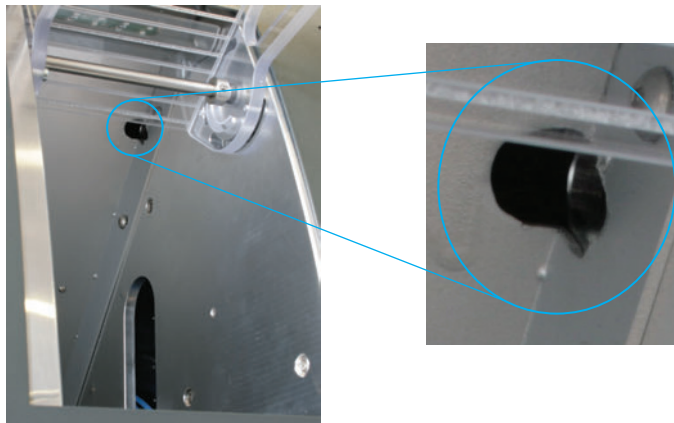

FIGURA 9: APERTURA SBLOCCAGGIO D'EMERGENZA
- M3.** Introdurre la chiave di sbloccaggio d'emergenza dello sportello frontale nell'apertura a destra del LED dispositivo cambio pezzi grezzi (vedi figura 9).